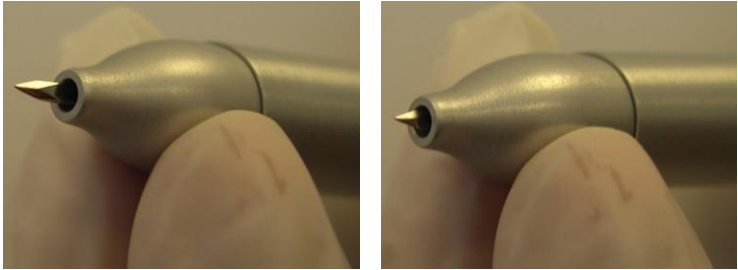

Figura 3-75. Ajuste del largo de la hoja de incisión
- Utilice el regulador del cabezal de la pieza manual para ajustar el largo de la hoja de incisión, como se muestra en la Figura 3-75.